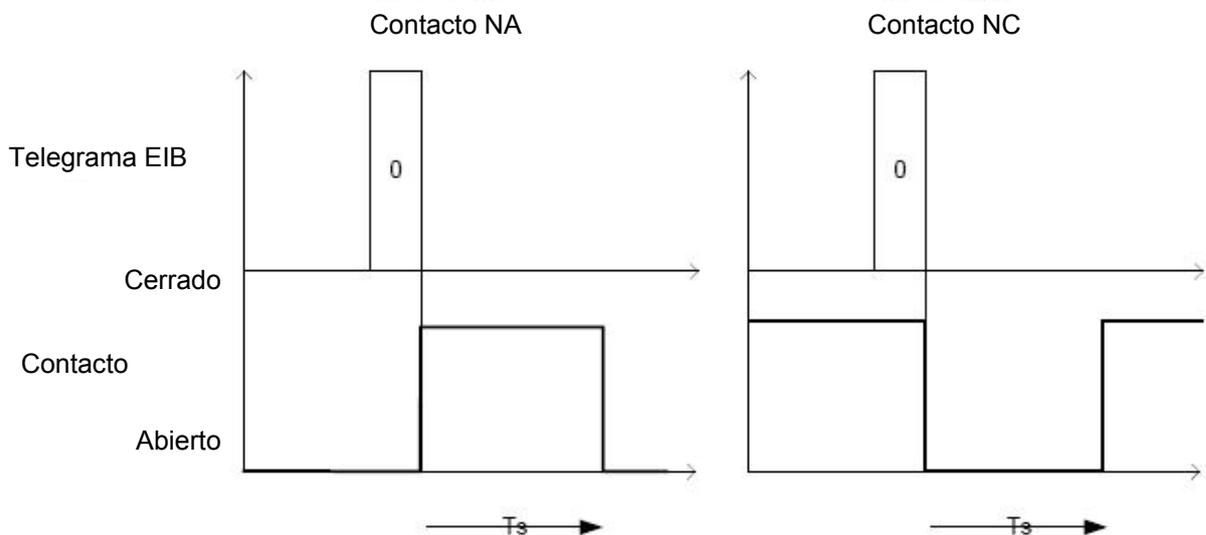

Fig. 3.4
- si el modo de funcionamiento es **retraso a la activación / función luces escaleras**, al recibir de dicho valor el dispositivo, pasado el tiempo de retraso programado a la activación, conmuta el relé (cierre contacto NA / apertura contacto NC) y al final del tiempo programado de luces escaleras, lleva de forma autónoma el contacto en intercambio a las condiciones normales (apertura contacto NA / cierre contacto NC); al recibir el valor lógico "1" el dispositivo, si la función está activada, termina la temporización y lleva el contacto en intercambio a las condiciones normales (apertura contacto NA / cierre contacto NC). Véase la fig. 3.4.